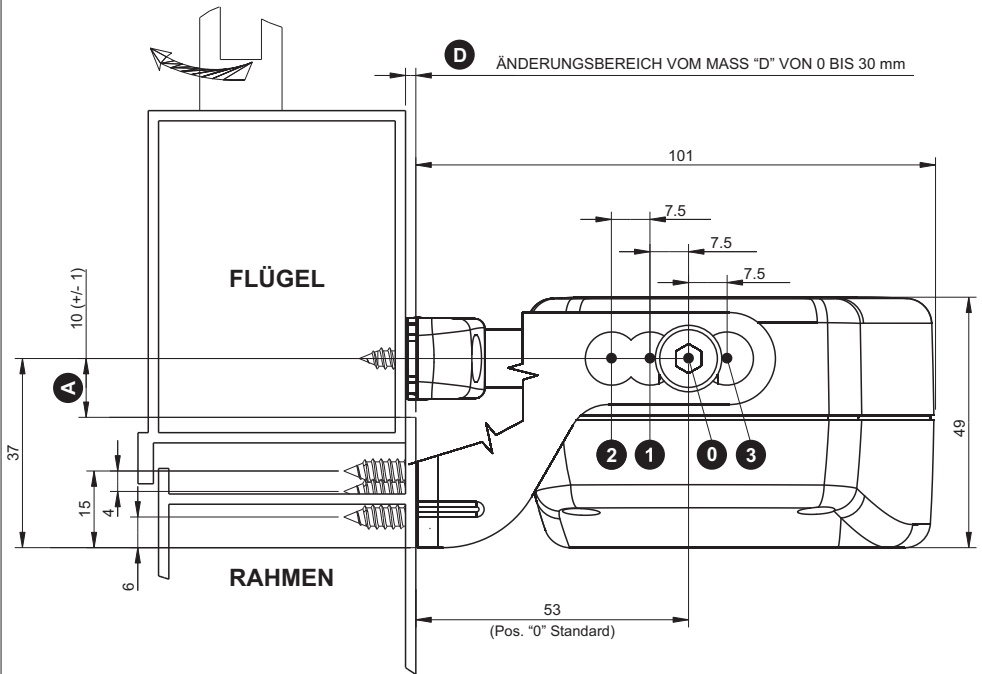

Abb. 7b Abmessungen in mm
PRÜFEN, DASS DER ABSTAND "D" ZWISCHEN DEM FENSTERRAHMEN (WO DIE STELLANTRIEBMONTAGE VORGEGEHEN IST) UND DEM FENSTERFLÜGEL (WO DIE BEFESTIGUNG DES BÜGELS VORGEGEHEN IST) ZWISCHEN 0 mm UND 30 mm FÜR DIE KLAPPÖFFNUNG (SIEHE ABB. 7a) UND ZWISCHEN 0 mm UND 22,5 mm FÜR DIE KIPPÖFFNUNG (SIEHE ABB. 7b) EINGESCHLOSSEN IST.
- 5) **Abb. 30-** Den Bügel für Kippöffnung nach der Mittellinie des Fensters ausrichten und dabei das Mittelloch der Befestigungsschrauben anwenden. Den Bügel für Kippöffnung beim Maß **E** (**siehe Abb. 7b**) positionieren und die Bohrungspunkte markieren;
- 7) **Abb. 33-** Mit den zwei gelieferten Schrauben (**Bez. 1**) den Stellantrieb am Bügel zur Befestigung am Fenster in der Stellung "0" (**siehe Abb. 7b**) positionieren und die Kettenendstückregelungsschraube lösen;
- 8) **Abb. 34-** Die Stellung vom Stellantrieb mit Rücksicht auf den Bügel zur Befestigung am Fenster (**siehe Abb. 7b**) auswählen und das Kettenendstück zum Bügel für Kipfenster verbinden;